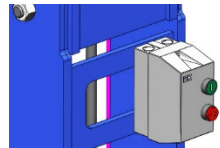

Рис. 1
4.2 Контактёр электрический КМИ-11260 закрепить на раме и подсоединить к цеховой электросети 380 В (Рис. 1).